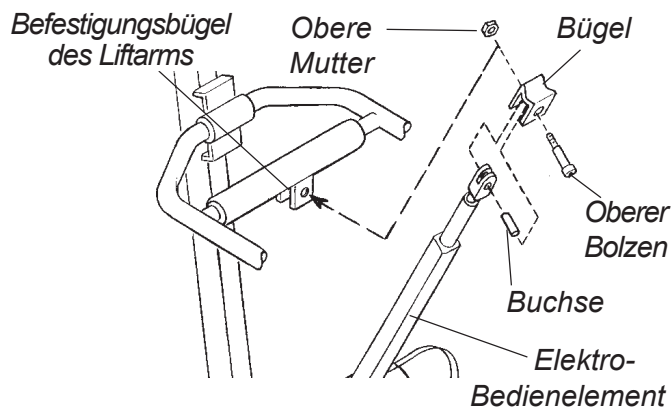

ABBILDUNG 2 - SO BEFESTIGT MAN DAS BEDIENELEMENT AM MAST
SO BEFESTIGT MAN DAS BEDIENELEMENT AM MAST (ABBILDUNG 2)
2. Bedienelement im Befestigungsbügel des Liftarms wie in Abbildung 2 ausrichten.